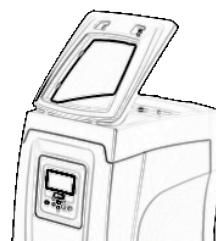

Figure 2
- Pan A:** porte d'accès au logement technique. Pour démonter la porte, introduire 2 doigts dans les prises de caoutchouc, serrer et faire pivoter la porte sur les charnières du côté opposé aux prises (voir Fig. 2). Pour remettre la porte en place, introduire les charnières dans leur logement et fermer la porte jusqu'au déclic.